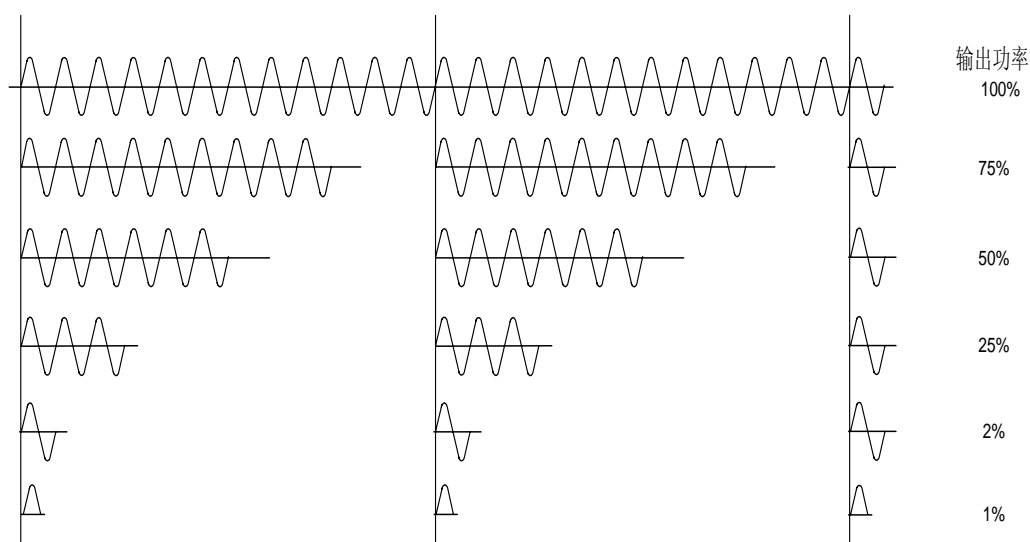

图 3 定周期晶闸管交流调功器输出波形
3.1 定周期晶闸管交流调功器是以晶闸管零电压无触点开关，在固定的周期 T 内（例如一秒钟），以改变输出交流电周波数达到控制输出功率的目的，即输出功率随周期内波群数的变化而变化，其输出波形如图 3。